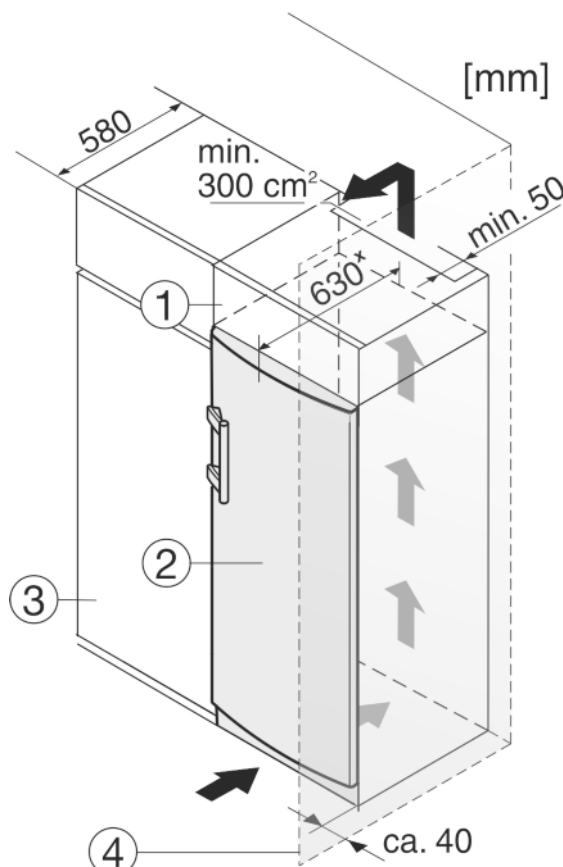

Fig. 10
- (1) Дополнительный шкафчик
- (2) Устройство
- (3) Кухонный шкаф
- (4) Стенка
Устройство может быть окружено предметами кухонной обстановки. Чтобы уравнивать устройство Fig. 10 (2) по высоте с кухонной стенкой, можно установить над устройством соответствующий дополнительный шкафчик Fig. 10 (1).
При комбинировании с кухонными шкафами (глубина макс. 580 мм) устройство можно установить непосредственно рядом с кухонным шкафом Fig. 10 (3). Устройство выступает сбоку на 34 мм* и по центру на 50 мм* относительно передней стенки кухонного шкафа.
Если устройство установлено на шарнирах у стены *Fig. 10 (4)*, то расстояние между устройством и стеной должно быть не менее 40 мм. Настолько выступает ручка при открытой дверце.